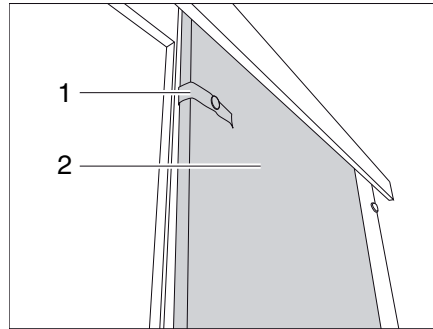

Fig. 203 Porte coulissante
- Détacher la bande de sécurité (Fig. 203,1).
- Tirer la porte coulissante (Fig. 203,2) en position de fermeture.
- Amener la porte coulissante (Fig. 203,2) dans la position d'ouverture.
- Fixer la porte coulissante avec la bande de sécurité (Fig. 203,1).